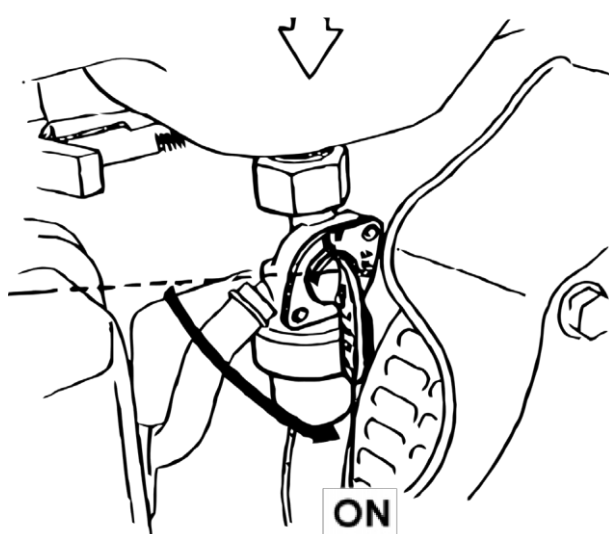

Fig. 2
2. Setați supapa de combustibil în poziția „ON” Fig. 2.